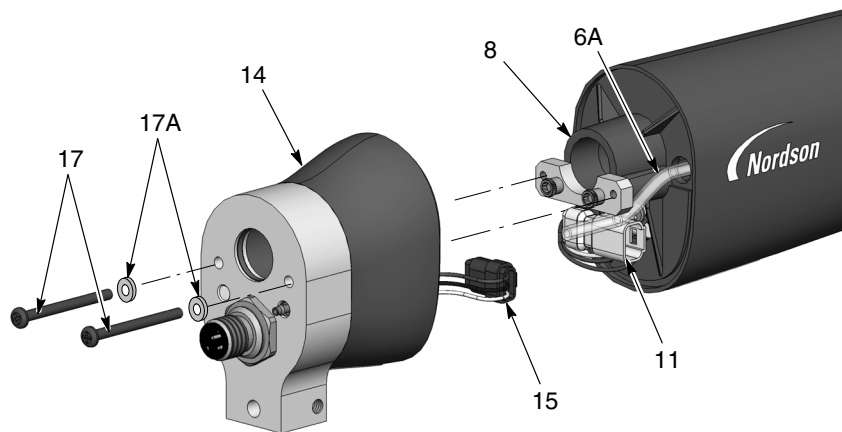
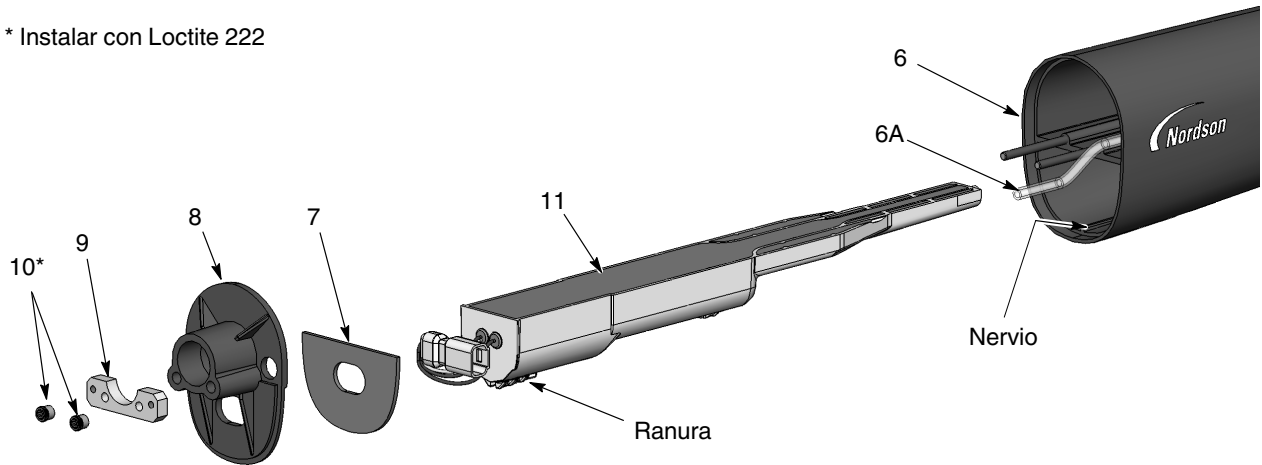

Figura 21 Desmontaje de la pistola de montaje en barra 1 de 3
Figura 22 Desmontaje de la pistola de montaje en barra 2 de 3
4. Ver la figura 22. Con una llave macho hexagonal de 1/8 pulg., extraer las dos tuercas Allen (10) y atornillar la placa (9) de la pared divisoria (8). Posteriormente extraer la pared divisoria del cuerpo de la pistola (6), introduciendo el cableado de la fuente de alimentación a través de la pared divisoria.
5. Deslizar el suministro de tensión (11) fuera del cuerpo de la pistola.
7. La junta obturadora (7) está pegada a la pared divisoria mediante un adhesivo sensible a la presión. Si la junta obturadora está dañada, sustituirla por una nueva.
1. Ver la figura 22. Instalar el suministro de tensión (11) en el cuerpo de la pistola (6), asegurando que el nervio del cuerpo de la pistola se ajuste a la ranura en la fuente de alimentación. Fijar la fuente de alimentación en el cuerpo de la pistola.
2. Introducir el cableado de la fuente de alimentación a través de la pared divisoria, posteriormente instalar la pared divisoria (8) y atornillar la placa (9) encima de los pernos del cuerpo de la pistola. Aplicar Loctite 222 a las tuercas Allen (10), posteriormente instalar las tuercas en los pernos y apretarlos a 0,45 N•m (64 pulg.-onzas) con una llave macho hexagonal de $\frac{1}{8}$ pulg.
3. Ver la figura 21. Conectar el cableado del receptáculo (15) al cableado de la fuente de alimentación (11). Enrollar los conectores del cableado (11, 15) en el conjunto del cuerpo posterior en las posiciones mostradas.
4. Conectar el tubo del filtro transparente (6A) al racor dentado de la parte interior del cuerpo posterior (14). Introducir cualquier tubo de aire transparente extra que haya en el cuerpo de la pistola, y posteriormente instalar el cuerpo posterior en la pared divisoria con los tornillos (17) y las arandelas (17A).